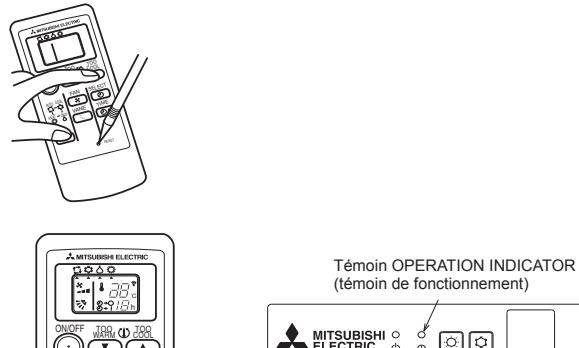

Fig. 9-4
9.3.2. Télécommande sans fil [SLZ-KA-VAL(2) uniquement] (Fig. 9-4)
- ① Mettez sous tension.
- ② Tout en appuyant simultanément sur les touches MODE SELECT (sélection du mode) et TOO COOL (trop froid) de la télécommande, appuyez sur la touche RESET (réinitialiser).
- ③ Relâchez la touche RESET.
- ④ Relâchez les deux autres touches. Au bout de trois secondes, tous les messages sont affichés sur l'écran LCD.
- ⑤ Transmettez le signal de la télécommande en appuyant sur la touche OPERATE/STOP (marche/arrêt) de la télécommande.